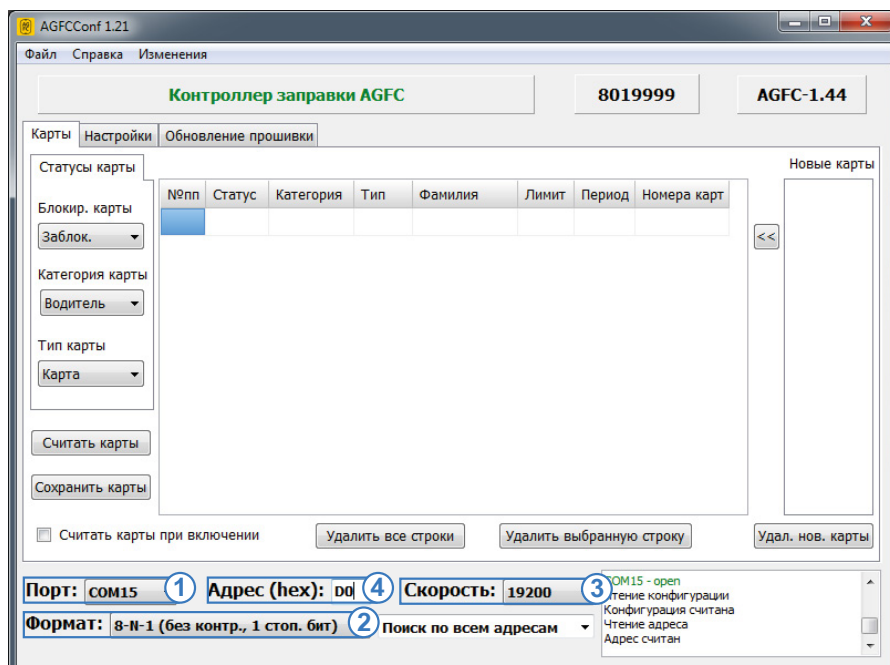

Рис.7. Подключение по известному адресу.
- в программе «AGFCConf» выбрать COM-порт к которому подключается устройство «TKLS-Prog» (Рис.7, п.1). Посмотреть порт устройства можно в Диспетчере устройств системы, подключив предварительно программатор;
- настроить формат передачи, заданный в ТПК (Рис.7, п.2). По умолчанию – 8-N-1;
- выбрать скорость передачи, заданный в ТПК (Рис.7, п.3). По умолчанию – 19200;
- в поле «Адрес (hex)» указать адрес ТПК «AGFC», к которому необходимо подключиться (Рис.7, п.4);